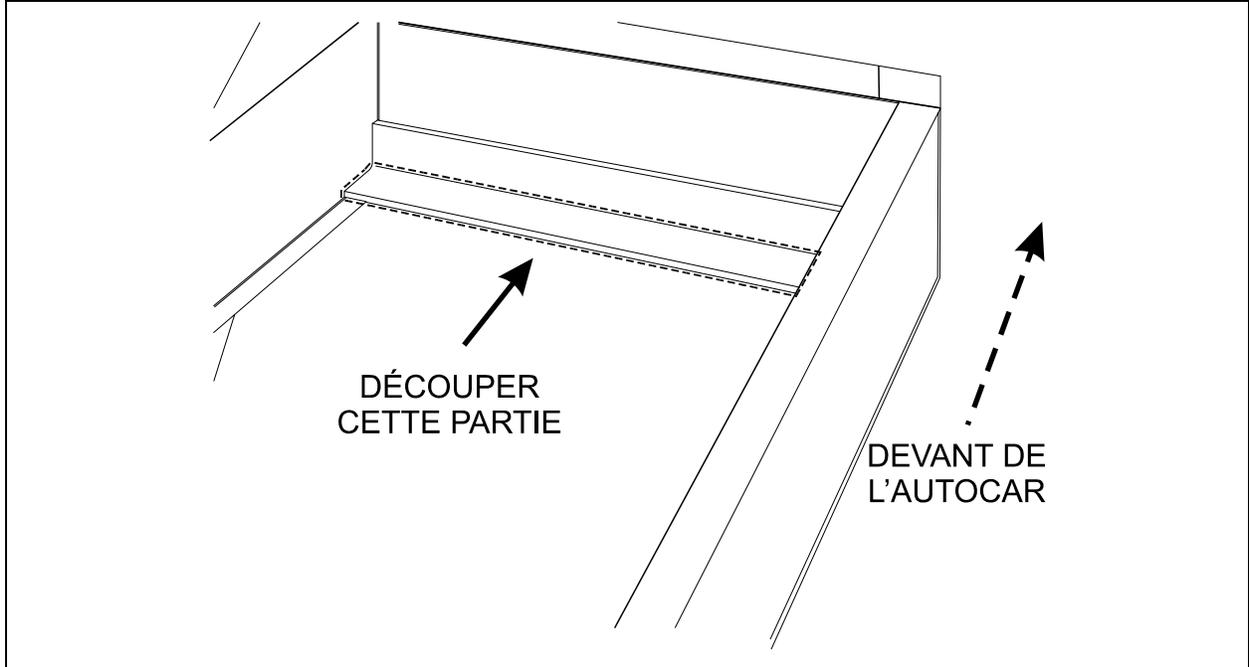

FIGURE 3 : COMPARTIMENT MOTEUR DROIT, EMBLACEMENT DU RÉSERVOIR SEPTIQUE
12. À l'aide d'un chalumeau coupeur, découper (si nécessaire) la partie horizontale de la cornière empêchant l'installation du réservoir (Fig. 3).